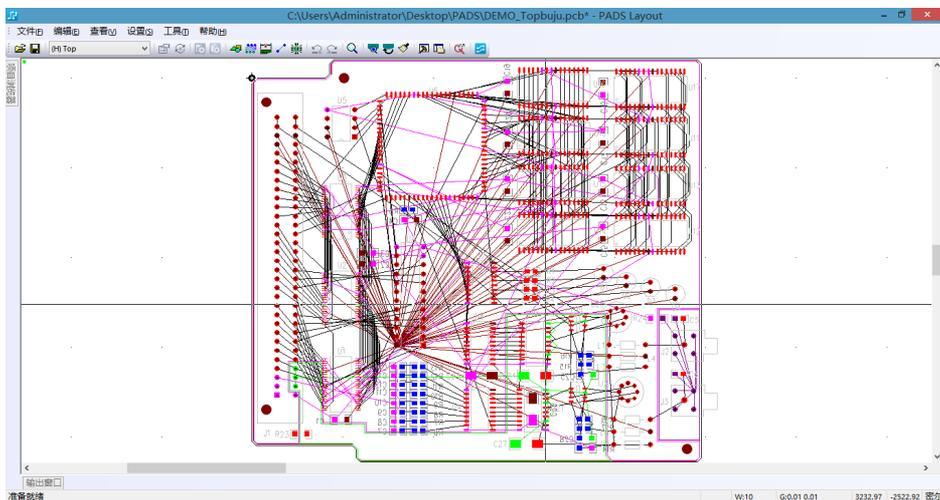
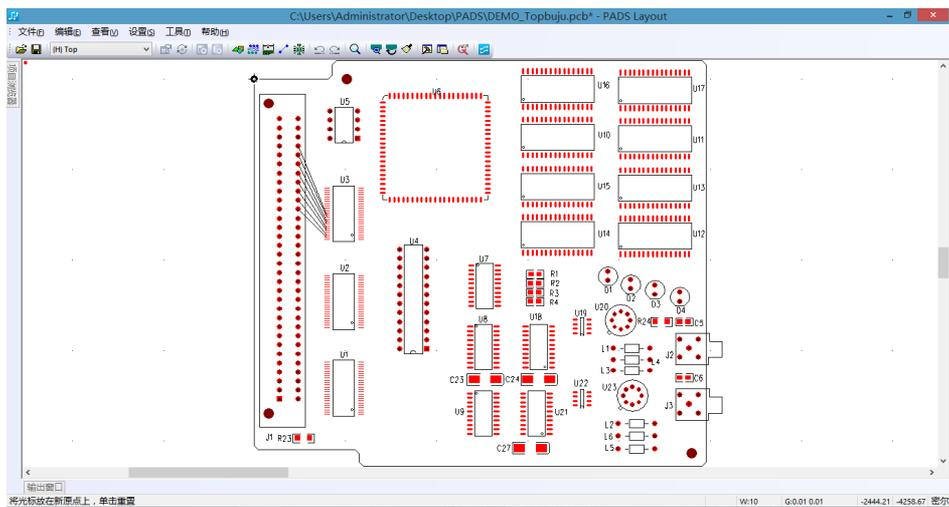

图 11-45 显示所有的属线连接
图 11-46 鼠线显示的控制
(4) 在“查看列表”列表框下方的“查看详情”选项区域内，勾选“导线以及下列未布的线”复选框。
(5) 在“查看未布的线的详情”选项区域内，选中“无”单选按钮，以隐藏“查看列表”列表框中需要隐藏的网络。
(6) 如图 11-45 所示，使当前设计中的所有鼠线连接显示。然后在“网表”列表框中的网络和“查看列表”列表框中没有在“查看详情”选项区域内进行相关的隐藏设置的网络将显示其鼠线，如图 11-46 所示。